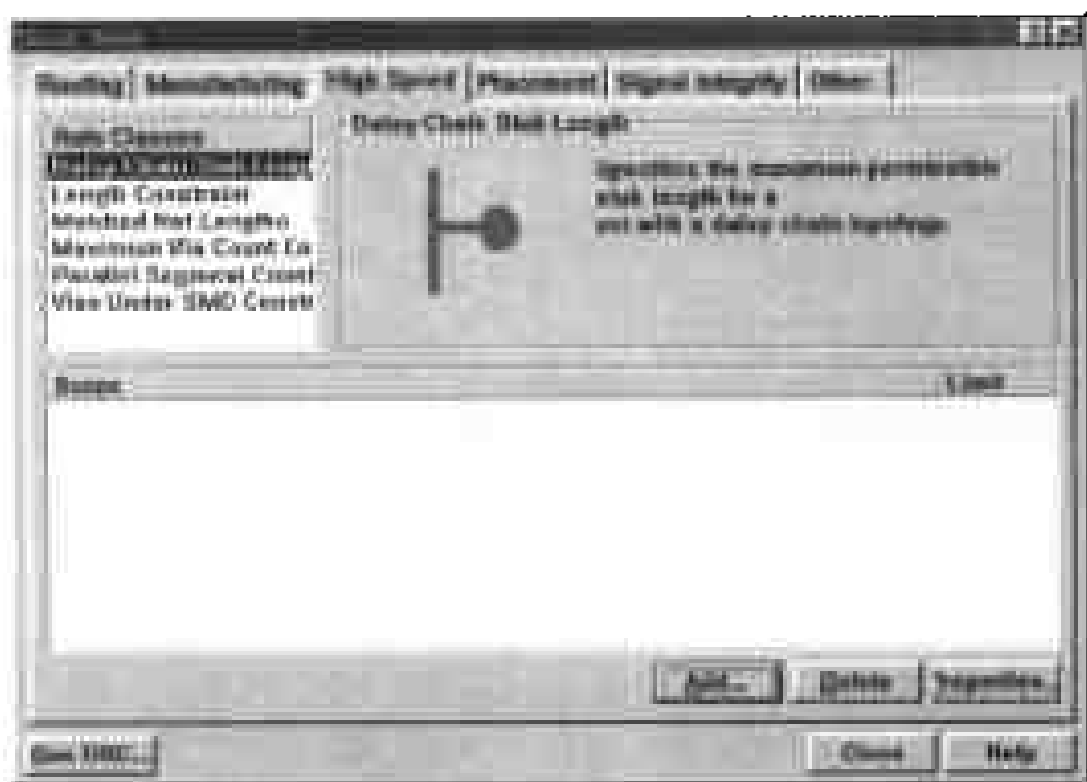

图 9-32 选择 Daisy Chain Stub Length
(1) 选择 Design > Rules,在弹出的 Design Rules 对话框中单击 High Speed 标签,然后在对话框的 Rule Classes 列表框中单击 Daisy Chain Stub Length,此时的对话框如图 9-32 所示。